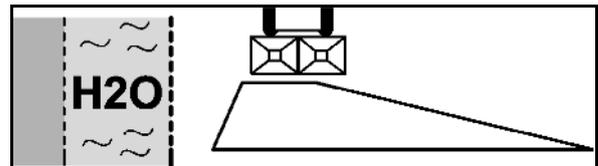

図 71
1. Düngeverordnung (肥料に関する指令) に基づく境界散布 (図 71):
境界散布 (肥料に関する指令に準拠) (図 71) または周縁散布 (同じ処理をする自己の圃場が隣接) (図 73) のために、走行方向でみて左側の Omnia-Set (オムニアセット) 散布ディスク (左側の周縁散布) を該当する境界散布ディスク Tele-Set (テレセット) と交換します。